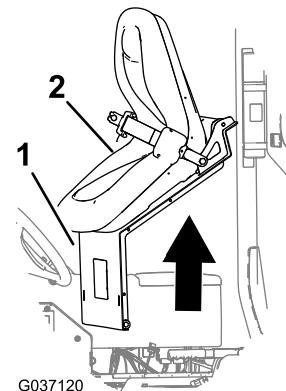

Figure 8
5. Soulevez le siège et son plateau, et déposez-les de la machine (Figure 8).